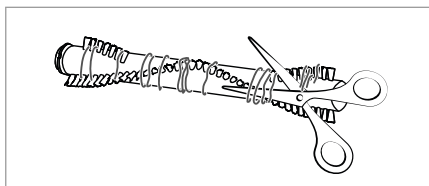

Fig. 28
- 4) Corte os fios e cabelos presos nas cerdas do rolo de escova 20, utilizando uma tesoura (ver fig. 28). Remova os fios e cabelos presentes no rolo de escova 20.